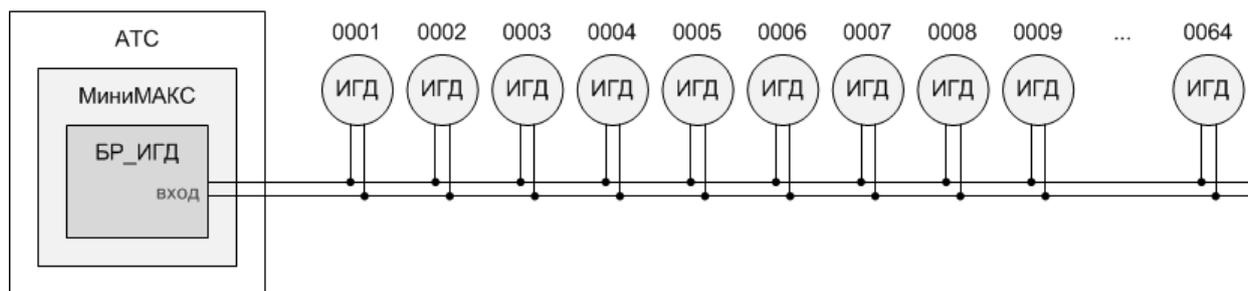

Рис.7.1. Схема подключения к БР_ИГД датчиков в линии с линейной топологией
7.7. На рис.7.1 показана схема подключения к БР_ИГД датчиков в линии с линейной топологией. Нумерация датчиков показана условно, последовательность их расположения не имеет значения. Рекомендуется перед подключением датчика зафиксировать его серийный номер (адрес) и название места установки для